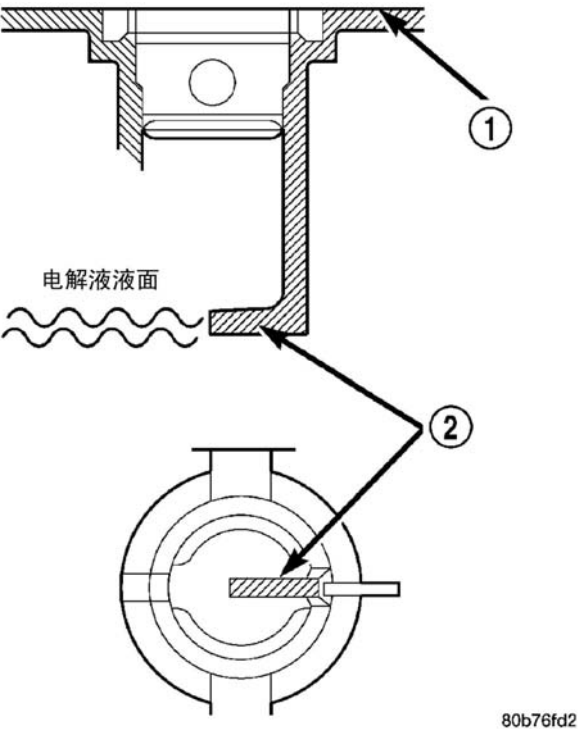

图 11 蓄电池单体内部挂钩
(2) 带上安全眼镜，从蓄电池盖孔往内看，目视蓄电池中的电解液面。电解液面盖住蓄电池盖孔的内侧钩图（11）。
(3) 仅能加入蒸馏水，电解液面盖住蓄电池盖孔的内侧钩图（图 11）。